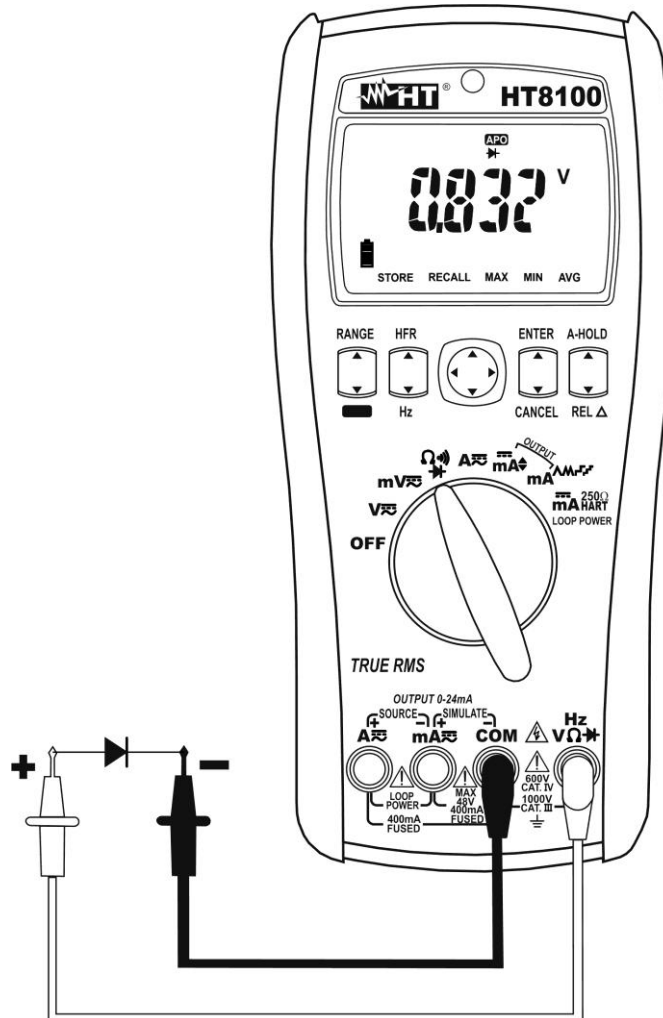

Abb. 7: Verwendung des Gerätes für Diodenprüfung
4. Verbinden Sie die Prüfspitzen mit der zu messenden Diode und dabei achten Sie auf die angegebene Polarität (siehe **Abb. 7**)
6. Wenn das Gerät die Meldung "**OL**" anzeigt, sind die Klemmen der Diode invertiert mit Bezug auf die Angabe in **Abb. 7** oder die P-N Verbindung der Diode ist beschädigt.